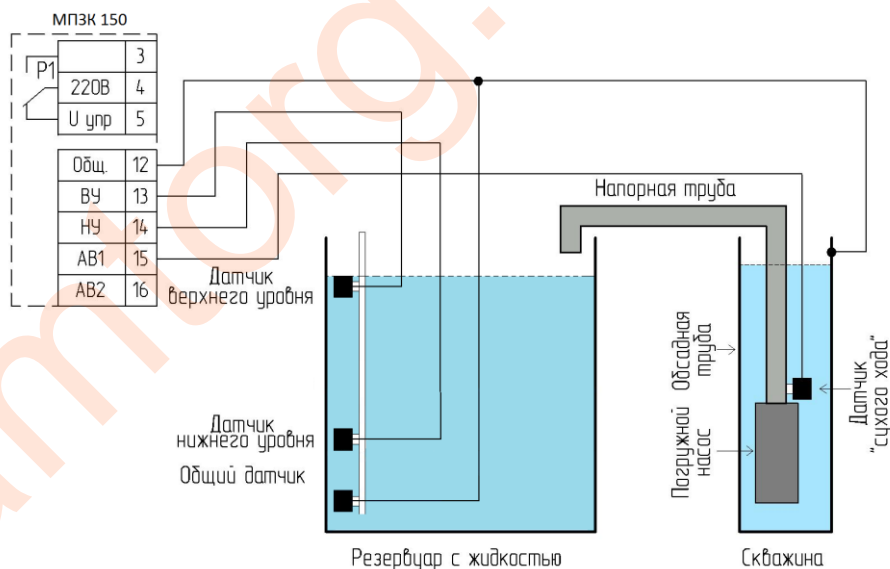

Рис.3 Выключение электродвигателя в режиме работы «датчик уровня»
- 2) при наполнении резервуара жидкостью в резервуаре до датчика верхнего уровня происходит автоматическое выключение электродвигателя насоса (см. Рис.3);